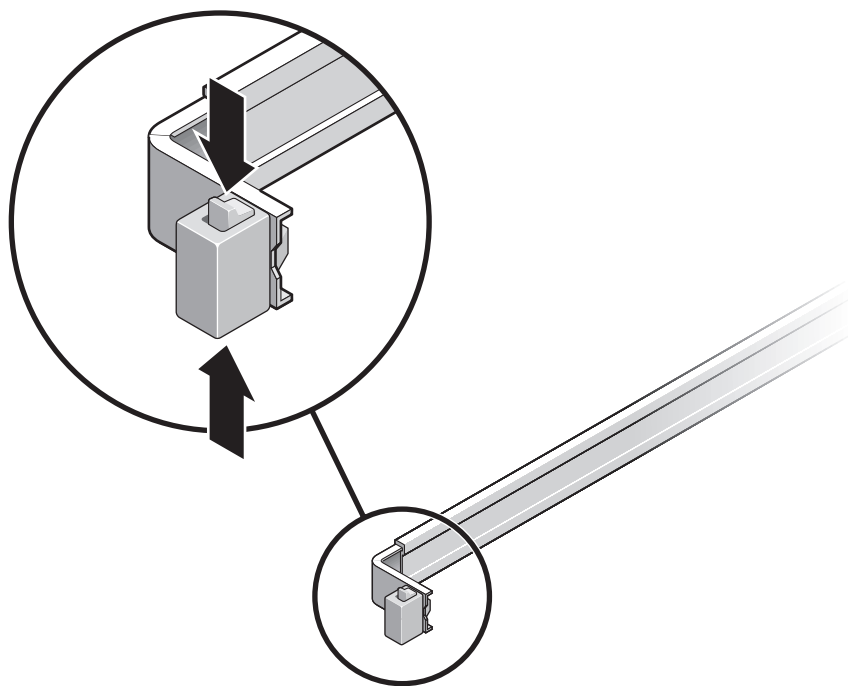

FIGURA 2-12 Sblocco del gruppo di scorrimento
2. Sbloccare i pulsanti di blocco della guida (**FIGURA 2-12**) sul lato destro e sinistro dello chassis ed estrarre lentamente il server dal rack fino a quando le guide non raggiungono il punto di arresto.